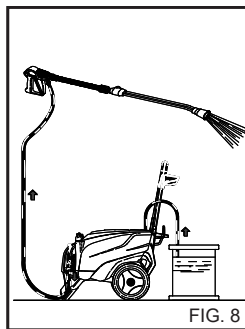

FIG. 8
Después de usar un detergente, el circuito de aspiración del detergente tiene que ser aclarado con agua limpia (fig. 8).
- 1) Después del uso con detergente, aclarar el circuito de aspiración; introducir el tubo de aspiración del detergente (fig. 8) en un bidón de agua limpia y hacer funcionar la bomba durante 1 minuto con el grifo de dosificación completamente abierto y la lanza en fase de suministro de detergente.
4) Después del uso con detergente, aclarar el circuito de aspiración, introducir el tubo de aspiración (fig. 8) del detergente en un bidón de agua limpia y hacer funcionar la bomba durante 1 minuto y la lanza en fase de suministro del detergente.